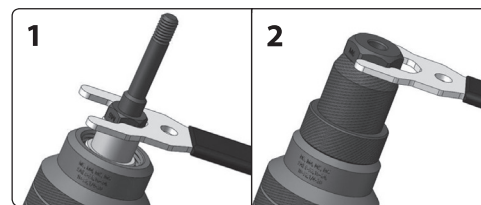

Fig. 3
1) En el adaptador para remaches, enrosque el soporte para remaches con una tuerca (pasos 1 y 2 en la Fig. 3).
El soporte para remaches consta de dos partes (el eje central roscado y una tuerca superior, véase la Fig. 3). Debe seleccionarse el adaptador para remaches del tamaño adecuado para la tuerca de remache. El tamaño y la longitud de la tuerca de remache se deben seleccionar de acuerdo con el diámetro y la profundidad del agujero taladrado y del material que se quiere unir; de lo contrario, la unión no se realizará correctamente. El tamaño de la tuerca de remache debe coincidir con la marca del soporte para remaches (p. ej. M5, etc.).
A continuación, apriete el soporte para remaches con la llave suministrada (Fig. 3, paso 2).